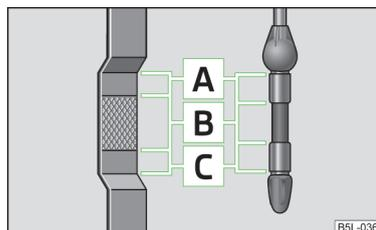

Fig. 136
- ¡Si el nivel de aceite se encuentra por encima de la zona A, » fig. 136 de la página 157  no seguir conduciendo! Parar el motor y recurrir a la asistencia profesional de un taller especializado.
La varilla de medición de aceite indica el nivel de aceite de motor » fig. 136.
El nivel de aceite no debe sobrepasar nunca la zona **A** » fig. 136. ¡Existe riesgo de daños en el sistema de gases de escape!